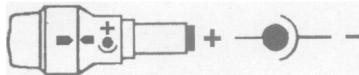

Рисунок 7.16 – Подключение разъема зарядного устройства
- установить в шнур зарядного устройства разъем, соответствующий разъёму на ПКП с полярностью «+» на центральном контакте, рисунок 7.16;